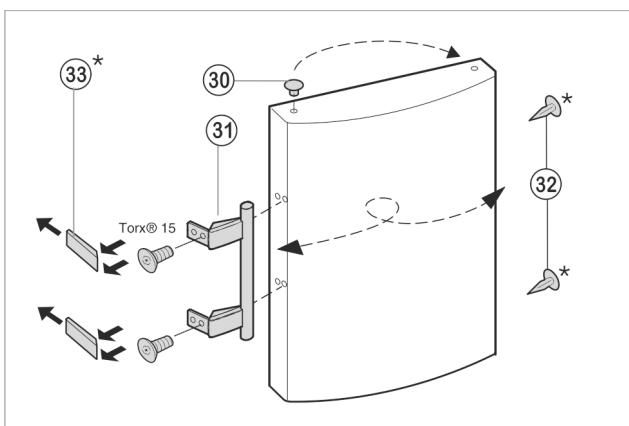

Fig. 10
- Витягніть пробки Fig. 10 (30) із втулок на дверцятах і переставте їх.
- Зніміть ручки дверцят Fig. 10 (31), пробки Fig. 10 (32) та пластини Fig. 10 (33) і переставте на протилежний бік.